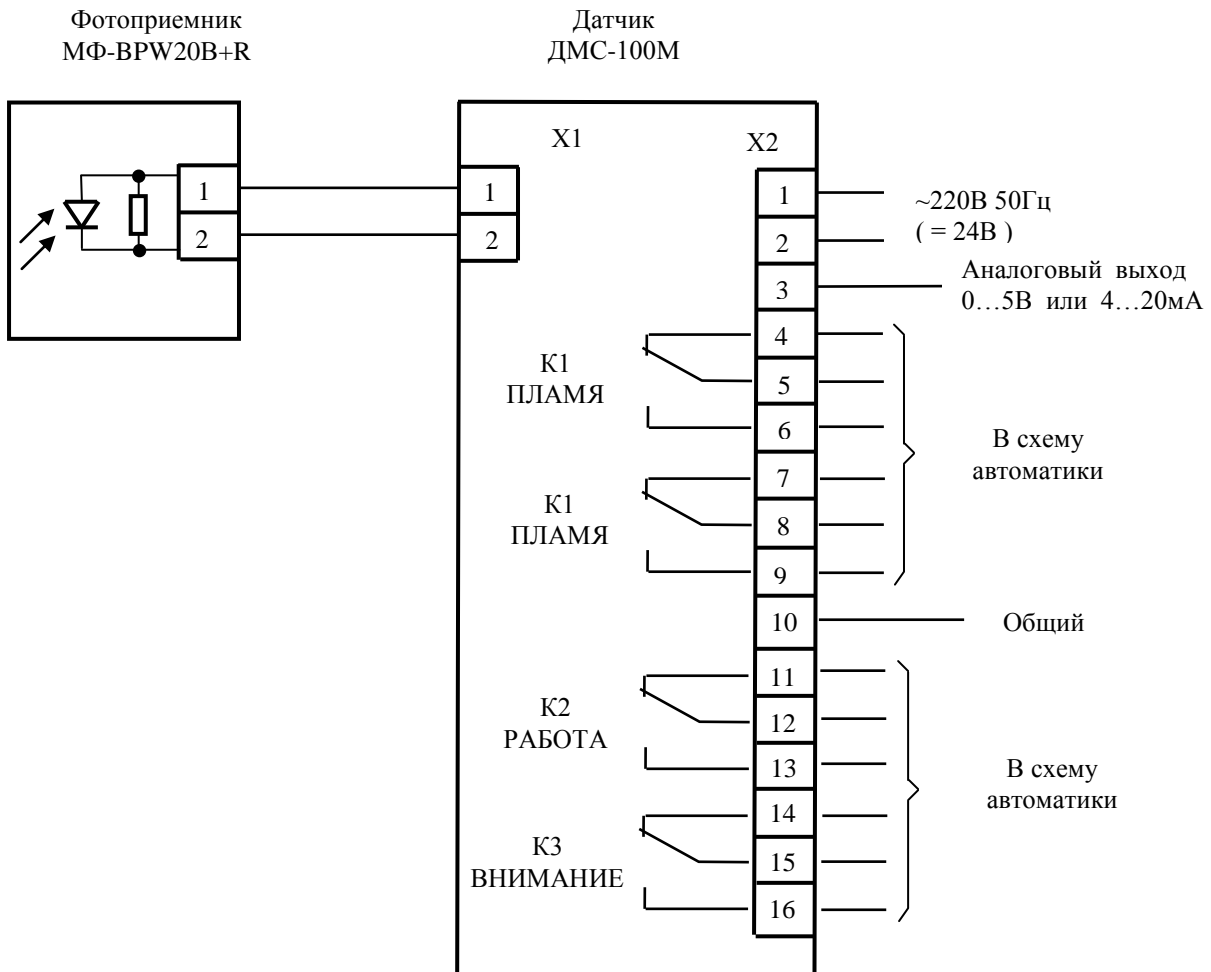

Рис. 3. Схема подключения датчика-реле контроля пламени ДМС-100М.
8.9.2. Подключите фотоприемник согласно рис.3. Закройте фотоприемник.